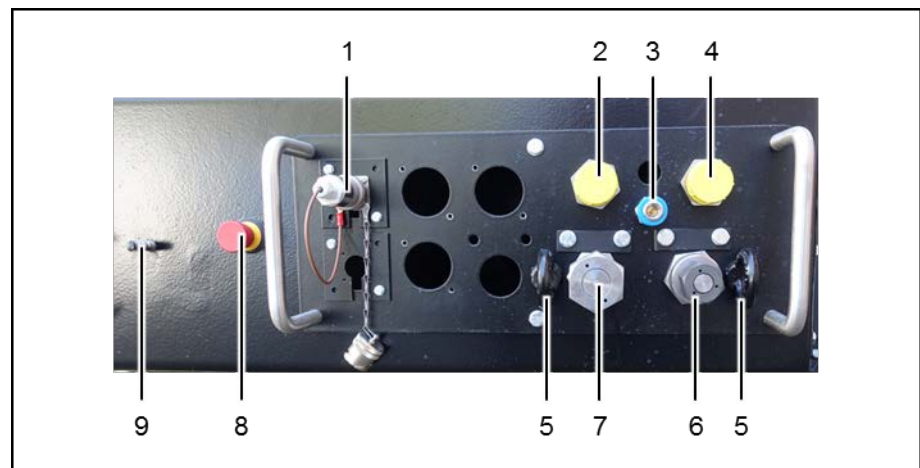

Рис. 12: соединительная коробка
6. Подсоедините линию подвода воды (Рис. 12: поз. 4).
7. Подсоедините линию высокого давления: для этого снимите заглушку с патрубка высокого давления (Рис. 12: поз. 6). Очистите резьбу и смажьте ее с обеих сторон монтажной пастой для резьбовых соединений согласно разделу 15.2. Закрепите шланг высокого давления с помощью удерживающего приспособления на проушинах (Рис. 12: поз. 5).
8. Подключите кабель дистанционного управления (Рис. 12: поз. 1).